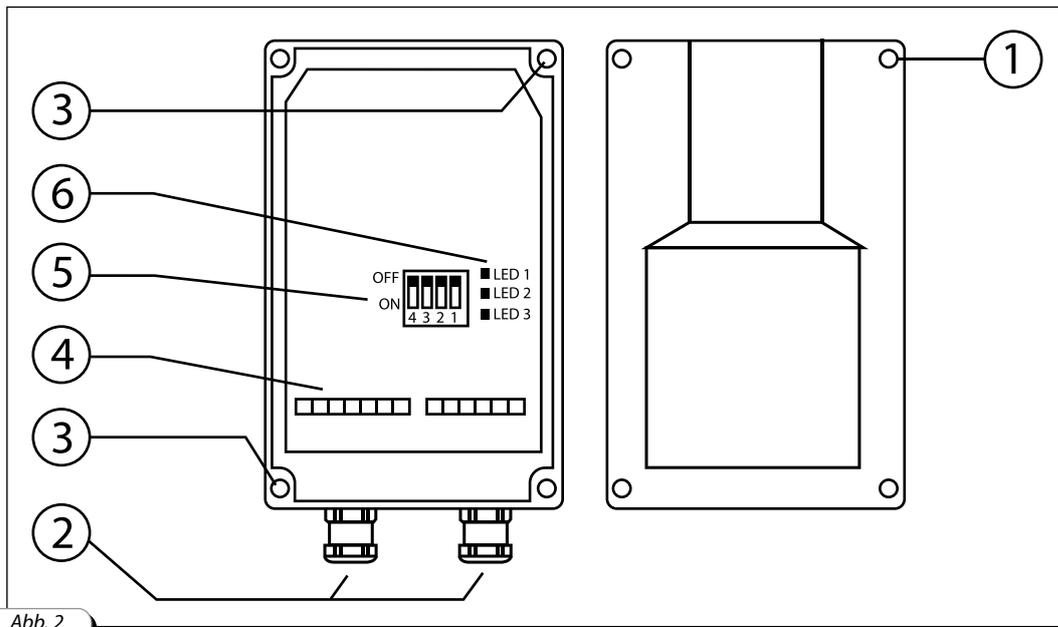
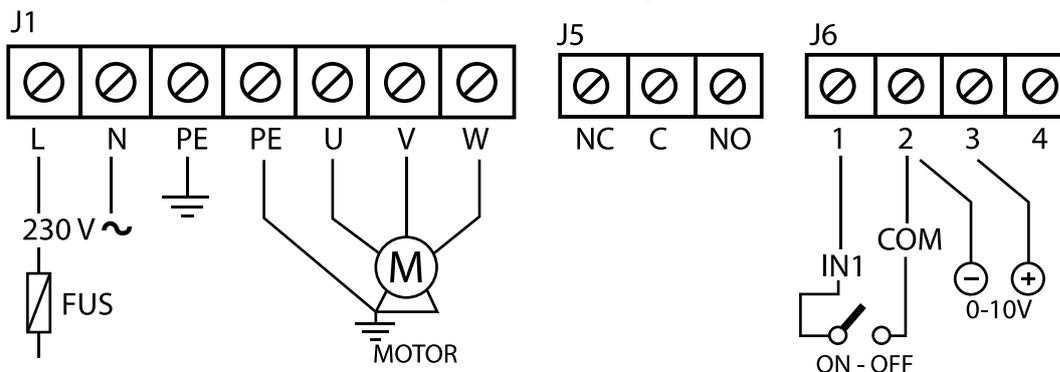

Abb. 2
Abb. 4
- Entfernen Sie die Frontplatte des Geräts (siehe Abb. 2).
- Befestigen Sie den Regler an der entsprechenden Fläche, indem Sie die Befestigungslöcher in der Rückwand verwenden (siehe Abb. 2).
- Stellen Sie die elektrischen Anschlüsse gemäß dem Schema her (siehe Abb. 3 und Abb. 4). Externe elektrische Leiter werden über Schraubklemmen (4) (siehe Abb. 2) an das Gerät angeschlossen. Die Leiter werden durch abgedichtete Durchführungen (2) (siehe Abb. 2) zum Gehäuse geführt. Die externe Zuleitung (220 V/50 Hz) muss mit einem in die stationäre Verkabelung eingebauten Sicherungsautomaten ausgestattet sein.